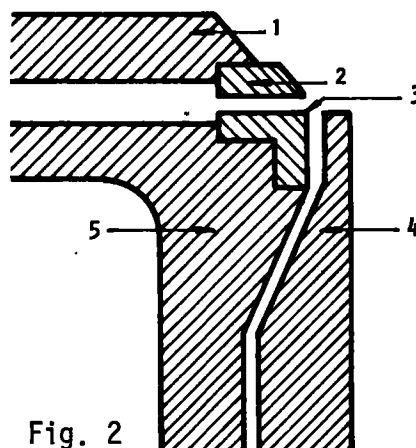

Fig. 2
*Sección vertical de una plegadora manual (Fig. 2).*